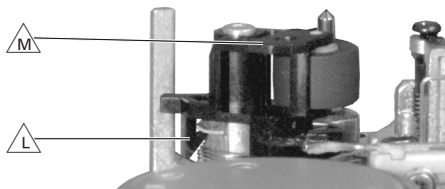

Fig. 38
**29. Andruckrollenhebel auswechseln** (Fig. 38 und 39)
**29. Replacing the pressure roller levers** (Fig. 38 and 39)